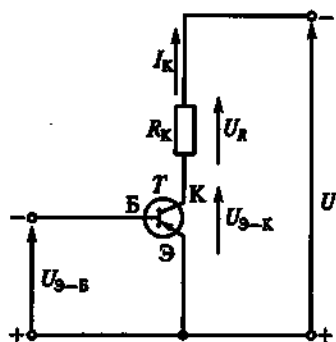

Рис. 31
1.45. На рис. 31 увеличение управляющего напряжения $U_{э-б}$ между эмиттером и базой транзистора T вызывает увеличение тока I_K коллектора. Изменятся ли при этом напряжения U_R и $U_{э-к}$?